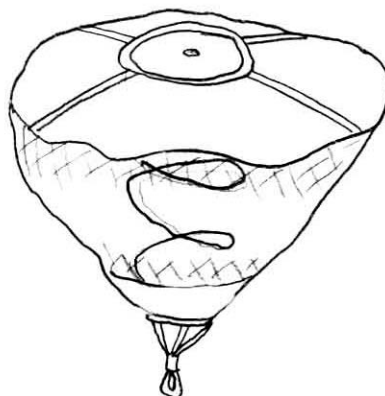

Рис. 4. Парашют вытяжной пружинный.
2.5.6. П а р а ш ю т в ы т я ж н о й (ВП) п р у ж и н н ы й площадью 0,6 м² (рис. 4) предназначен для вытягивания запасного парашюта (как «Space-336», так и «Space-290») из ранца. Парашют состоит из основы (капроновая ткань типа F-111), боковины (сетчатая капроновая ткань) и конической пружины. Основание пружины прикреплено к металлическому диску-накладке в середине основы купола. Основа и боковина ВП усилены лентами ЛТКП-15-185, образующими петлю для присоединения звена камеры ПЗ.